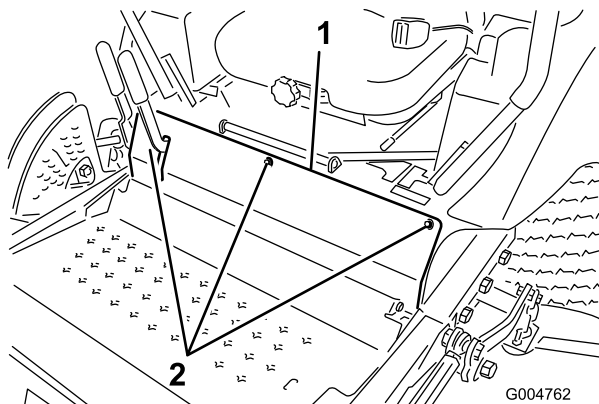

Figura 55
2. Togliete i bulloni che fissano il pannello anteriore, e rimuovete il pannello (Figura 55).